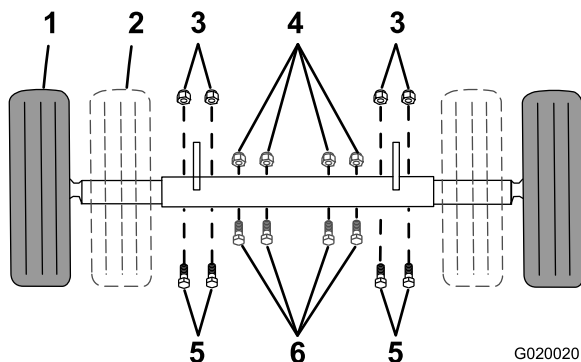

**Figure 21**
6. Placez une chandelle sous chaque point de soutien de l'extension du cadre arrière (Figure 21).